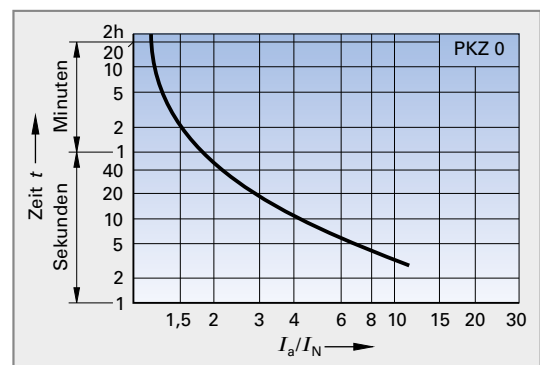

Bild 3: Auslösekennlinie einer Überstrom-Schutzeinrichtung
a) Um welche Art der Überstrom-Schutzeinrichtung handelt es sich, wenn die Auslösekennlinie Bild 3 entspricht?